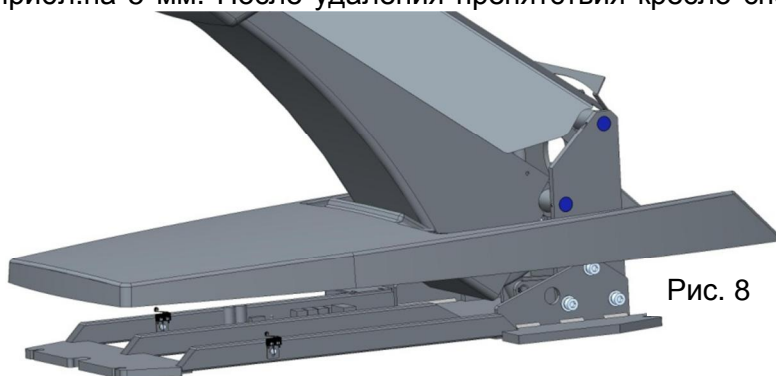

Рис. 8
Крышка основания (1) см.рис. 8 имеет функцию предохранительного выключателя. Если при движении верха по направлению вниз будет препятствие (напр.нога обслуживания) на передней крышке основания, движение кресла по направлению вниз остановится и кресло поднимется вверх припл.на 5 мм. После удаления препятствия кресло способно следующей деятельности.